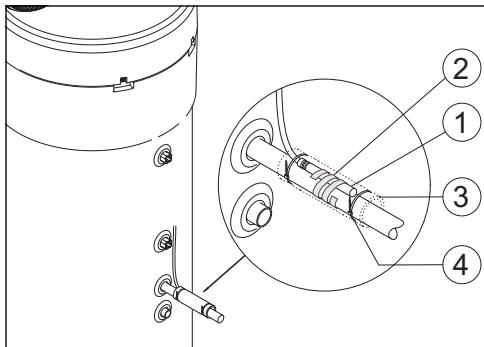

Fig. 8
- ▶ Posizionare la sonda di temperatura NTC dell'accessorio [1] come illustrato in fig. 8.